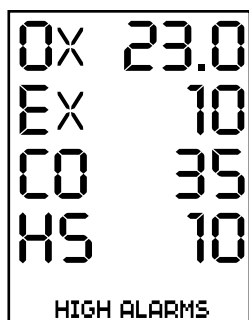

Fig. 8
Le seuil d'alarme haut d'oxygène peut être fixé en appuyant sur le bouton PEAKS/NO lorsque ce seuil est affiché pendant le réchauffage (Fig. 8). Pour sauter cette étape, appuyer sur le bouton POWER/SELECT ou attendre 5 secondes. Si la lecture du détecteur est supérieure à cette valeur, une alarme de valeur haute est déclenchée. Pour régler les seuils d'alarme, utiliser les boutons de flèches pour modifier le caractère en surbrillance, et le bouton POWER/SELECT pour avancer au caractère suivant. Les plages permises du seuil d'alarme haut sont les suivantes : Monoxyde de carbone (CO) – 5 à 999 ppm, sulfure d'hydrogène (HS) – 2 à 200 ppm, oxygène (OX) – 21 % à 25 % v/v et gaz combustibles (EX) – LIE de 5 % à 60 %. Si la protection par mot de passe a été établie, il faudra saisir le mot de passe pour modifier le seuil d'alarme haut.